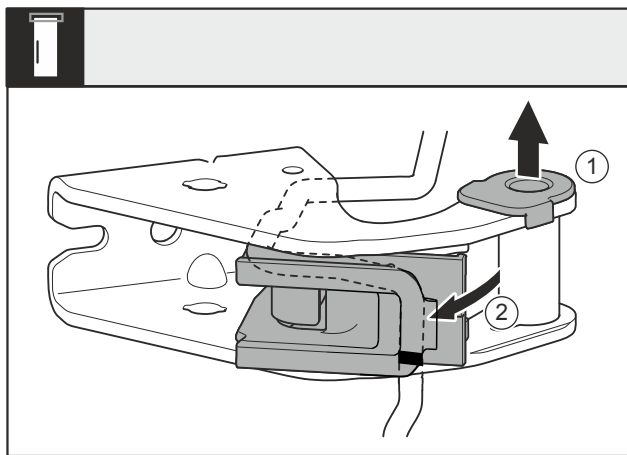

Fig. 15
- ▶ Izvucite čahuru ležaja Fig. 15 (1) iz vodilice.
- ▶ Zakrenite držač kabela Fig. 15 (2) prema van.